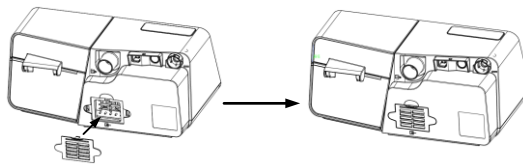

Fig. 19-8
(2) Instalați capacul filtrului care conține filtrul de aer pe dispozitiv, așa cum se arată în Fig. 19-8.